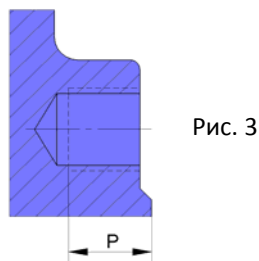

Рис. 3
- Болты, которые вкручиваются в несквозные резьбовые отверстия, должны иметь максимальную глубину резьбовой нарезки (Рис. 3) и не должны соприкасаться торцом с донной частью отверстия. Следующая таблица (Таблица 1) указывает максимальную глубину нарезки отверстий и максимальный момент затяжки болтов при установке задвижки между фланцами: